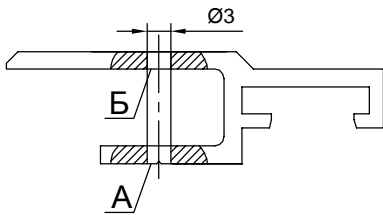

Рис. 6.4.1
1. В накладке Т25 сверлить сквозные отверстия $\varnothing 3$ мм с шагом 300 мм по риске (см. рис. 6.4.1)